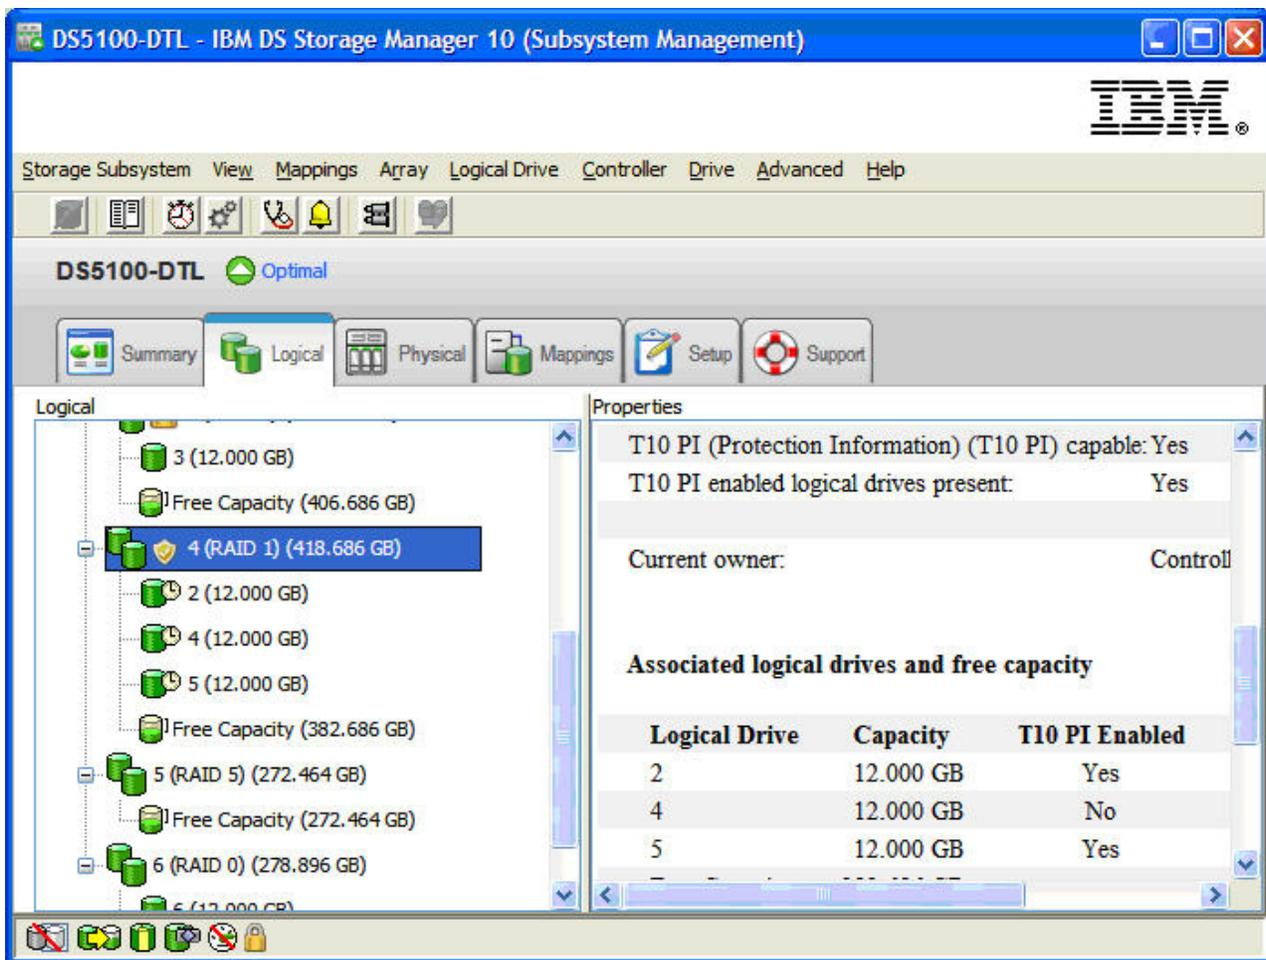

Figura 11. Exemplo - Unidade Lógica 4 da matriz RAID 4 - T10PI não ativado
**Nota:** Não é necessário criar todas as unidades lógicas em uma matriz RAID com capacidade para T10PI com o T10PI ativado. Por exemplo, a unidade lógica 4 da matriz RAID 4 não é ativada para T10PI, mas as unidades lógicas 2 e 5 são ativadas para T10PI, conforme mostrado na Figura 11 na página 65. Entretanto, como somente é possível ativar a funcionalidade T10PI no momento da criação, recomenda-se criar uma unidade lógica com o T10PI ativado e, então, desativá-lo posteriormente, se necessário.